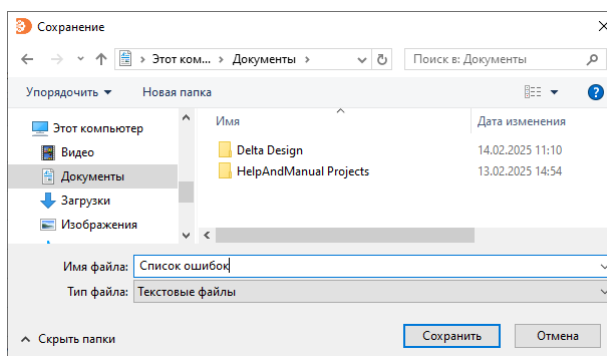

Рис. 830 Сохранение файла
2. В отобразившемся окне проводника выберите директорию сохранения файла, введите имя и нажмите кнопку «Сохранить», см. Рис. 830.